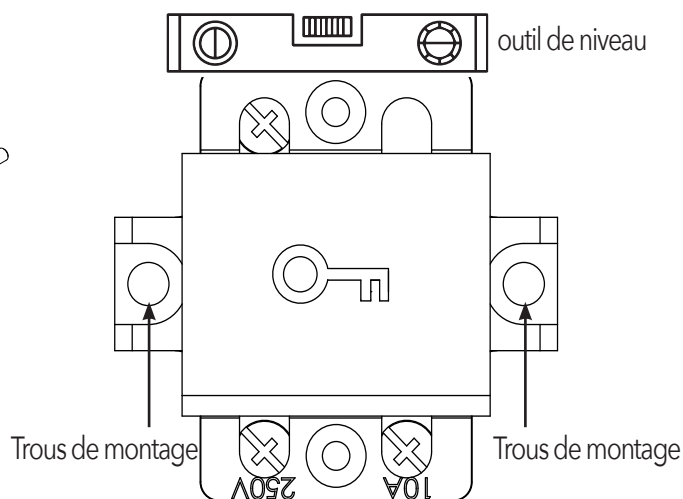

Figure 7: Montage de l'interrupteur sur un mur
2. Placez la partie de contact du interrupteur à l'endroit où vous souhaitez le monter. Utilisez un niveau sur le dessus pour vous assurer qu'il est aligné droit et vrai (voir figure 7).